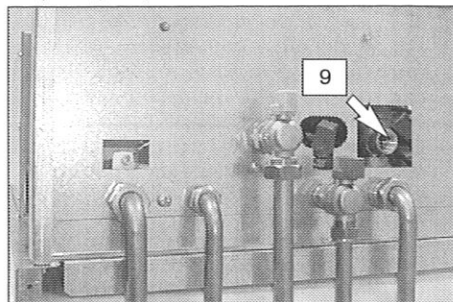

fig. 3.1
- 6 Collegare lo scarico della valvola di sicurezza (9 in fig. 3.1) ad un imbuto di scarico.